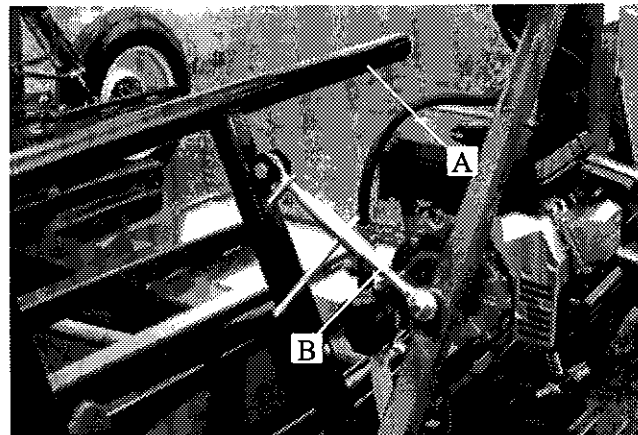

Figure 18
- 3) Ajustez la largeur des guides (A fig. 18) selon la largeur des balles à l'aide des barres d'ajustement (B fig. 18).